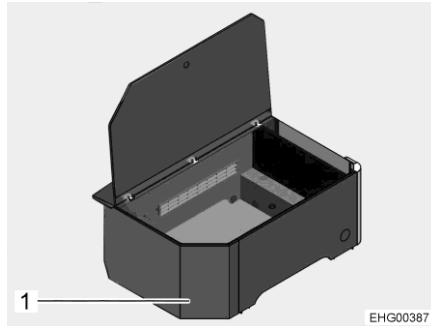
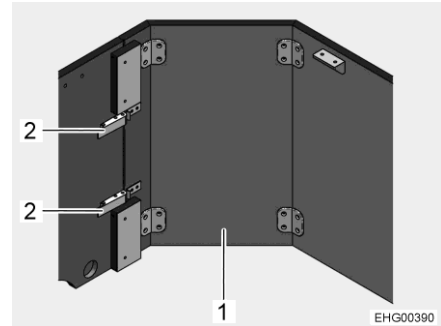

Bild 19 Öppnad längsgående sittbänk (visas utan extrastol)
Bild 20 Träribbor, avtagbara
- Lossa båda spännlåsena (Bild 20,2) på de avtagbara träribborna (Bild 19,1 och Bild 20,1).